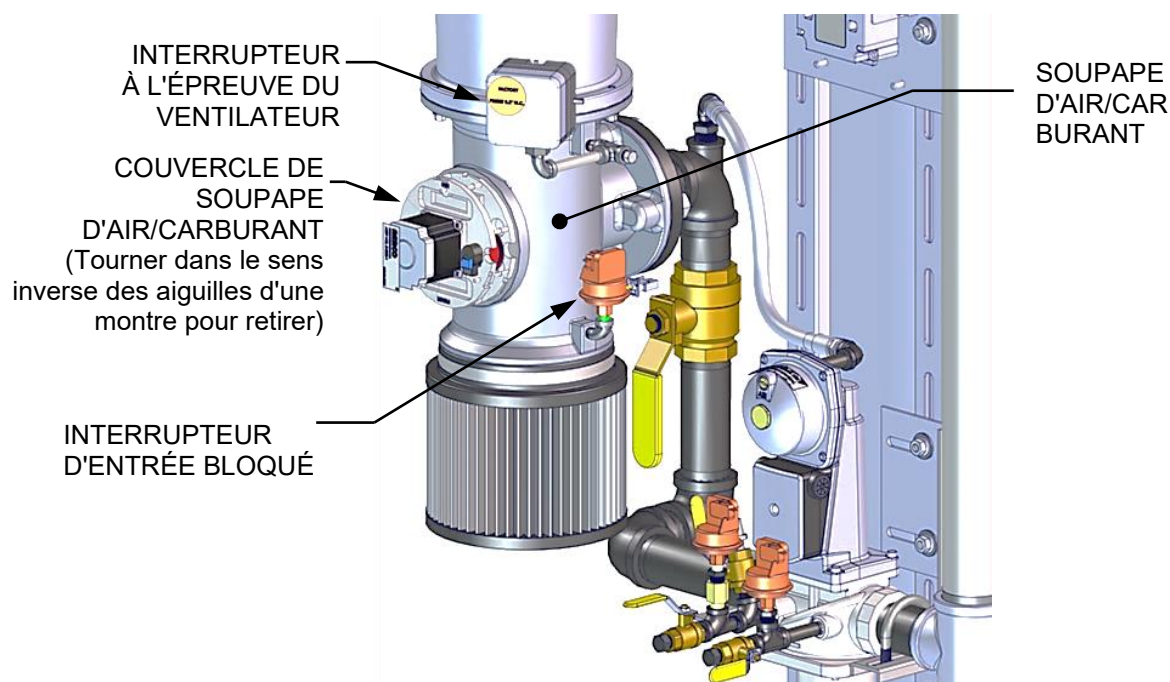

Figure 5-10 : Emplacement du couvercle de soupape d'air et de carburant – BMK1500 illustré
4. Retirez le couvercle de la soupape d'air/carburant en tournant le couvercle dans le sens inverse des aiguilles d'une montre pour le déverrouiller (figure 5-10).
4. Retirez le couvercle de la soupape d'air/carburant (figure 5-10, ci-dessus) en tournant le couvercle dans le sens inverse des aiguilles d'une montre.